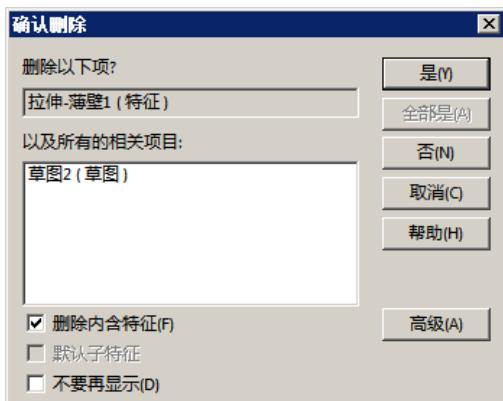

图 5.5.11 “确认删除”对话框
(1) 选择命令。在如图 5.5.9 所示的快捷菜单中选择 **删除… (L)** 命令，系统弹出图 5.5.11 所示的“确认删除”对话框。
(2) 定义是否删除内含的特征。在“确认删除”对话框中选中 **删除内含特征 (F)** 复选框。